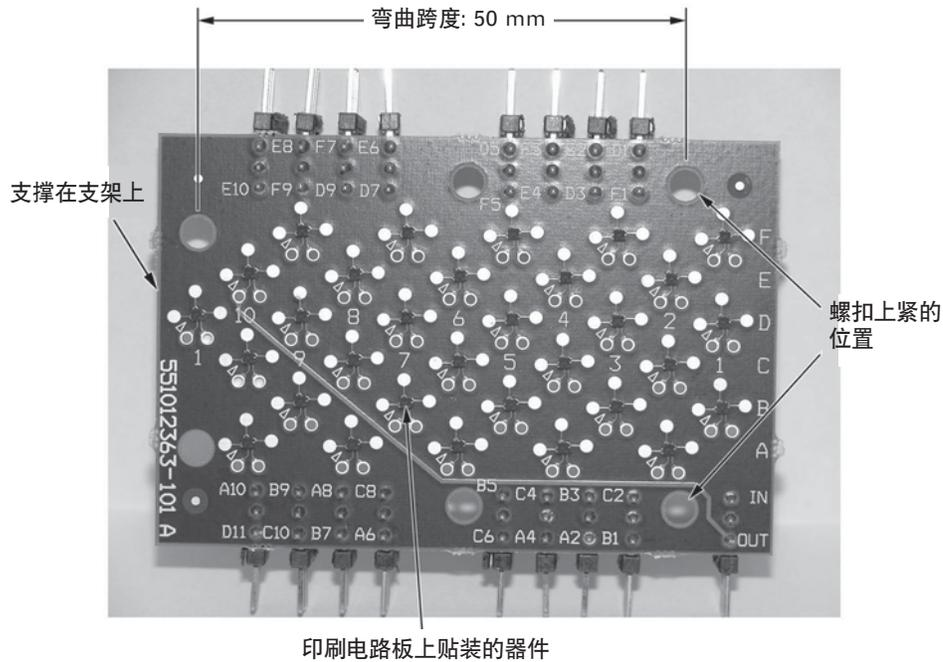
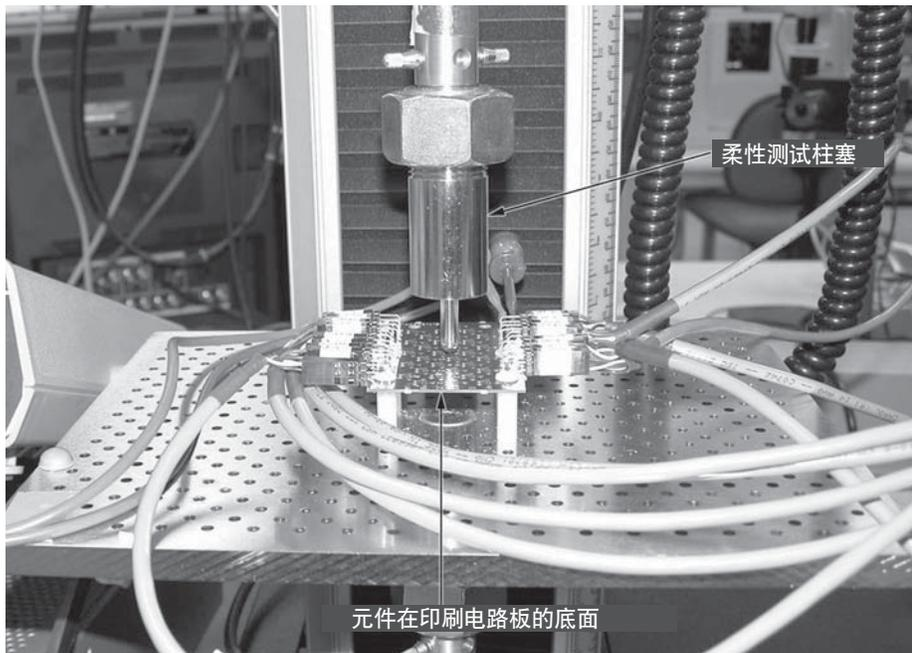

图 7. 柔性测试印刷电路板布局
图 8. 柔性测试的设置
6. 柔性测试 这是一种以预设的频率对印刷电路板进行重复弯曲的测试。弯曲测试的结果列于表 8。若网络(菊链)电阻增加 10% 即定义为出现失效。图 7 和图 8 列出进行弯曲测试的设置。
2004年12月	替换表 6。现在的表 6 是以前的表 8。替换图 7 和图 8。修改“Micro SMD 的适宜与不适宜”表。